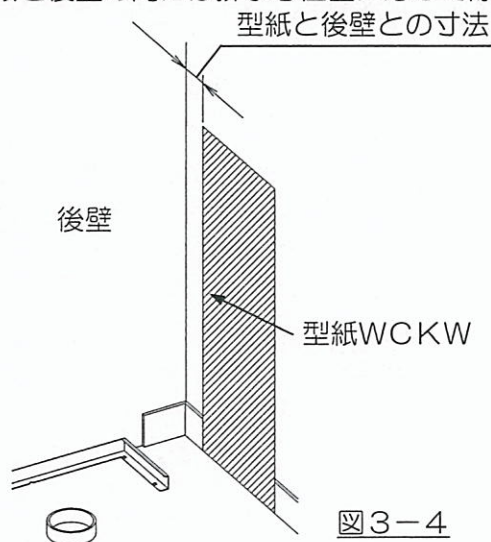

図3-4
③カウンター受け、プッシュラッチの取付
- (1) 型紙 WCKW を横壁に貼付けてください。その際、型紙と後壁の間には排水芯位置に応じて隙間をあけてください。(図3-4)